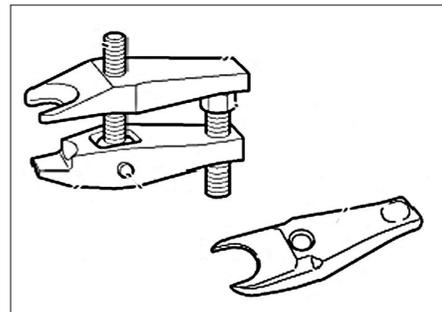

FIG. 18
- Extracteur de rotule de fixation avant de triangle (réf : 31 2 240) (Fig.18).